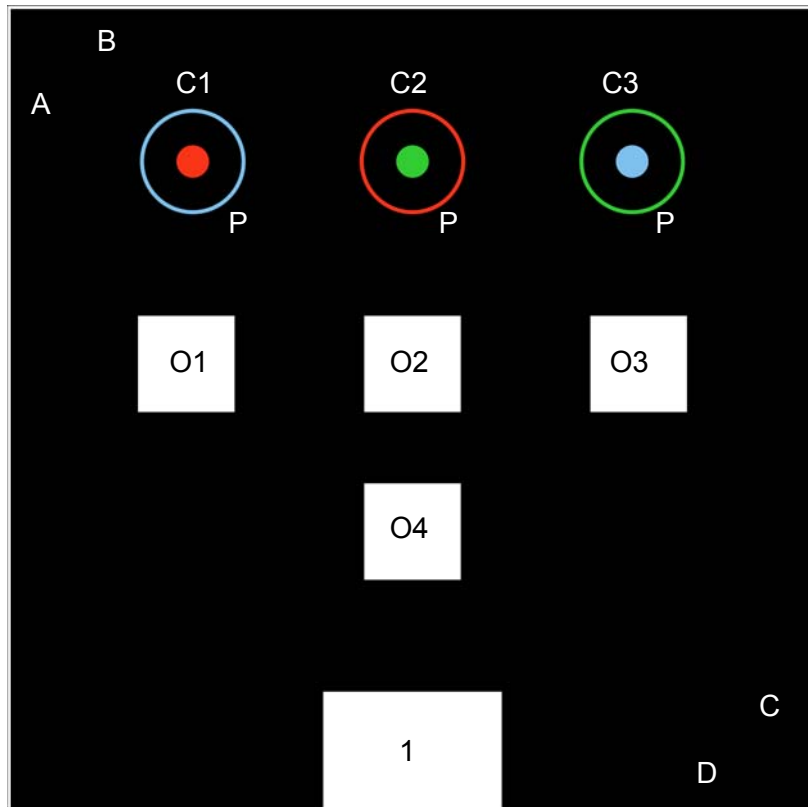

Figura 1: Representación a escala de la superficie del concurso. Vista *planta*.
El circuito del concurso mostrado en la figura 1, se ha realizado sobre una superficie negra de dimensiones de 1 m x 1 m (1 m2). En ella se podrán ubicar de forma **aleatoria** tres zonas **circulares** a localizar (C1, C2 y C3) y cuatro **obstáculos** a evitar (columnas blancas O1, O2, O3 y O4). Además contendrá un **área de salida / llegada** (1), siendo el objetivo de la prueba: saliendo de dicha área, localizar los tres topos de colores, evitando los obstáculos, para realizar en cada uno de ellos la *acción* asignada correspondiente a cada color y regresar posteriormente al área de llegada, en el menor tiempo posible.